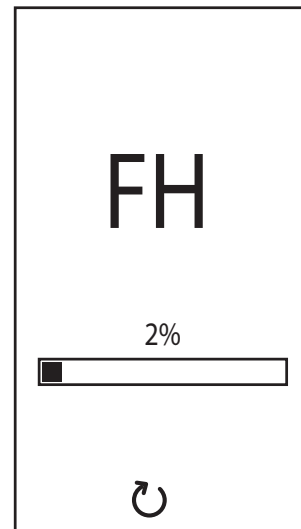

рис. 7- Выпуск воздуха с включенным вентилятором
- В течение следующих 120 секунд на дисплее высвечивается символ **FH**, обозначающий цикл спуска воздуха из системы отопления (рис. 7).